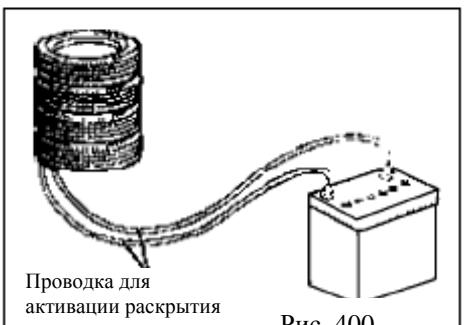

Рис. 400
- g.** Цепь активации блока подушки безопасности водителя должна быть разомкнута на большом расстоянии от автомобиля. Подсоедините контакты к ранее демонтированной с автомобиля аккумуляторной батареи и активируйте подушку безопасности (см. рисунок 400).